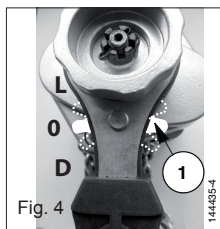

Fig. 4
2. Posizionare la levetta del selettore (contr. 1 fig. 4) di movimento in posizione neutro "0".
4. Se il volante è bloccato, posizionare il selettore sul la posizione "D" (fig. 4) e tirare manualmente verso il basso il filo di catena dotato del gancio. Riposizionare il selettore sulla posizione "0" e tirare sulla catena, in tal modo, liberata per mezzo del l'arresto di fine di corsa bassa.
1. Per sollevare, tirare oppure tendere, posizionare la levetta del selettore nella posizione "L" (fig. 4) ed azionare la leva in va e vieni.
2. Per scendere oppure allentare, posizionare la levetta del selettore nella posizione "D" (fig. 4) e manovrare la leva di va e vieni.